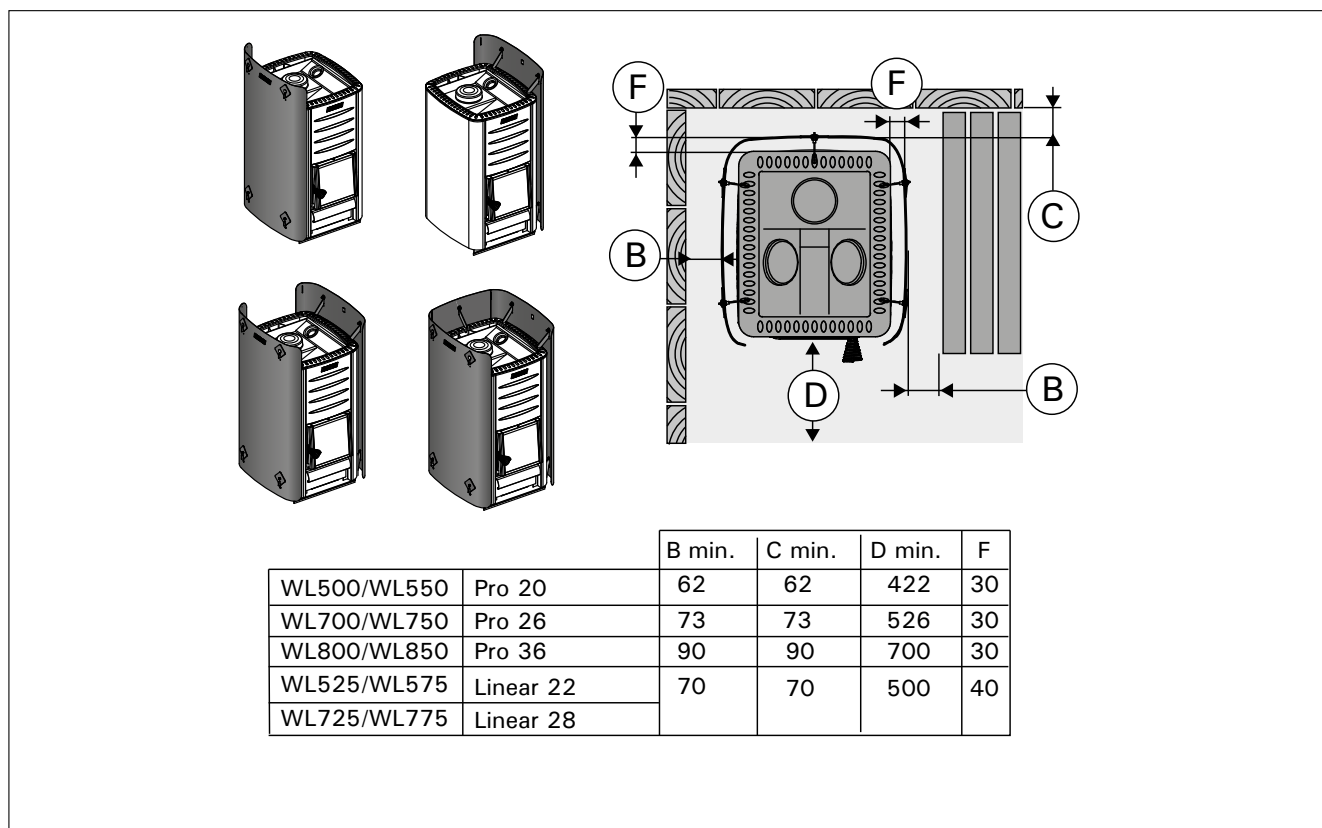

Рисунок 8. Безопасные расстояния с защитными ограждениями (все размеры приведены в миллиметрах)
- D. Защитная обшивка WL400-WL775.** Рисунок 8.